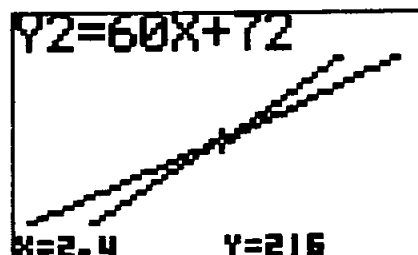

図2 走行時間・距離のグラフ
①グラフ関数電卓に生徒が作成した数式を入力させる。
②グラフのX軸・Y軸の範囲と、目盛り間隔をグラフ設定入力画面上で入力させる。
③図2のように、グラフを表示させ、グラフ関数電卓のトレース機能により、交点の座標を求めさせる。